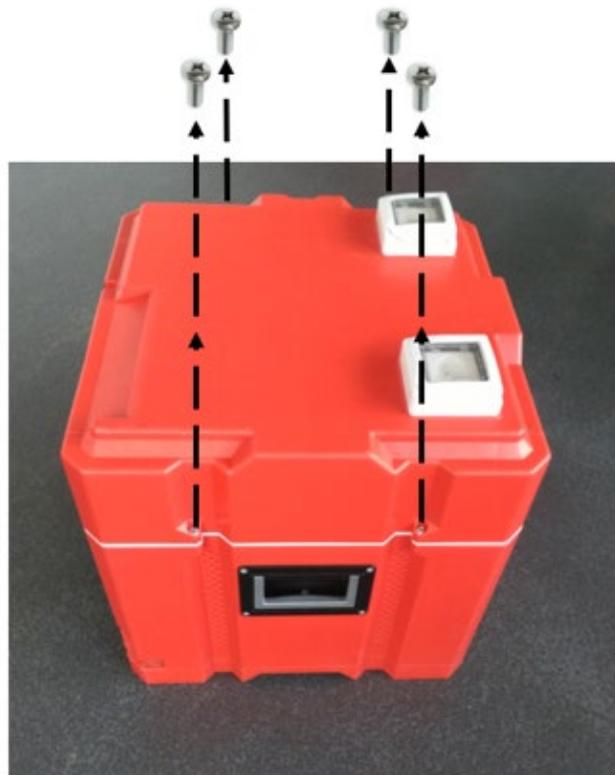

Figure 22: Enlever la tête de la PBX-200
3. La tête de la PBX-200 peut maintenant être retirée avec précaution. Il en va de même pour le coussin amortisseur noir (voir Figure 22).